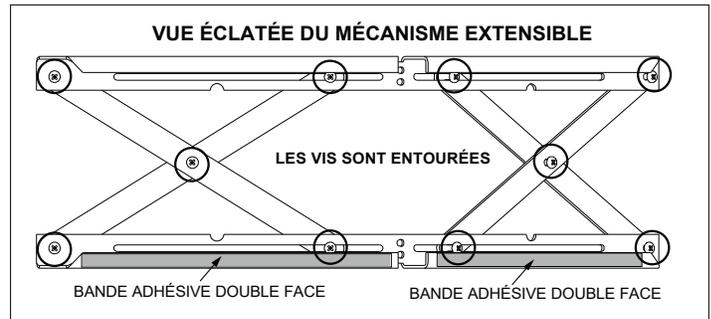

Figure 22.1
1. Les 10 vis de chaque mécanisme extensible sont fournies desserrées. Figure 22.1